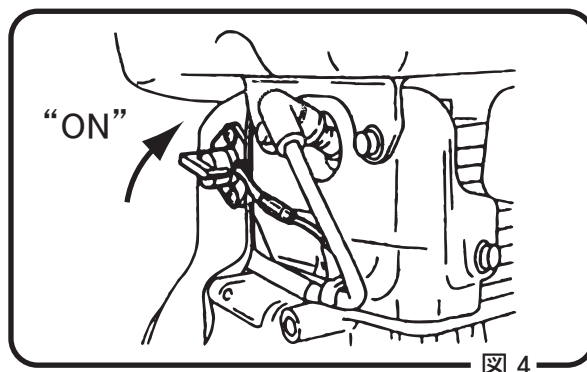

図 4
8.1.3 ストップスイッチを ON 側に回します。(図 4)